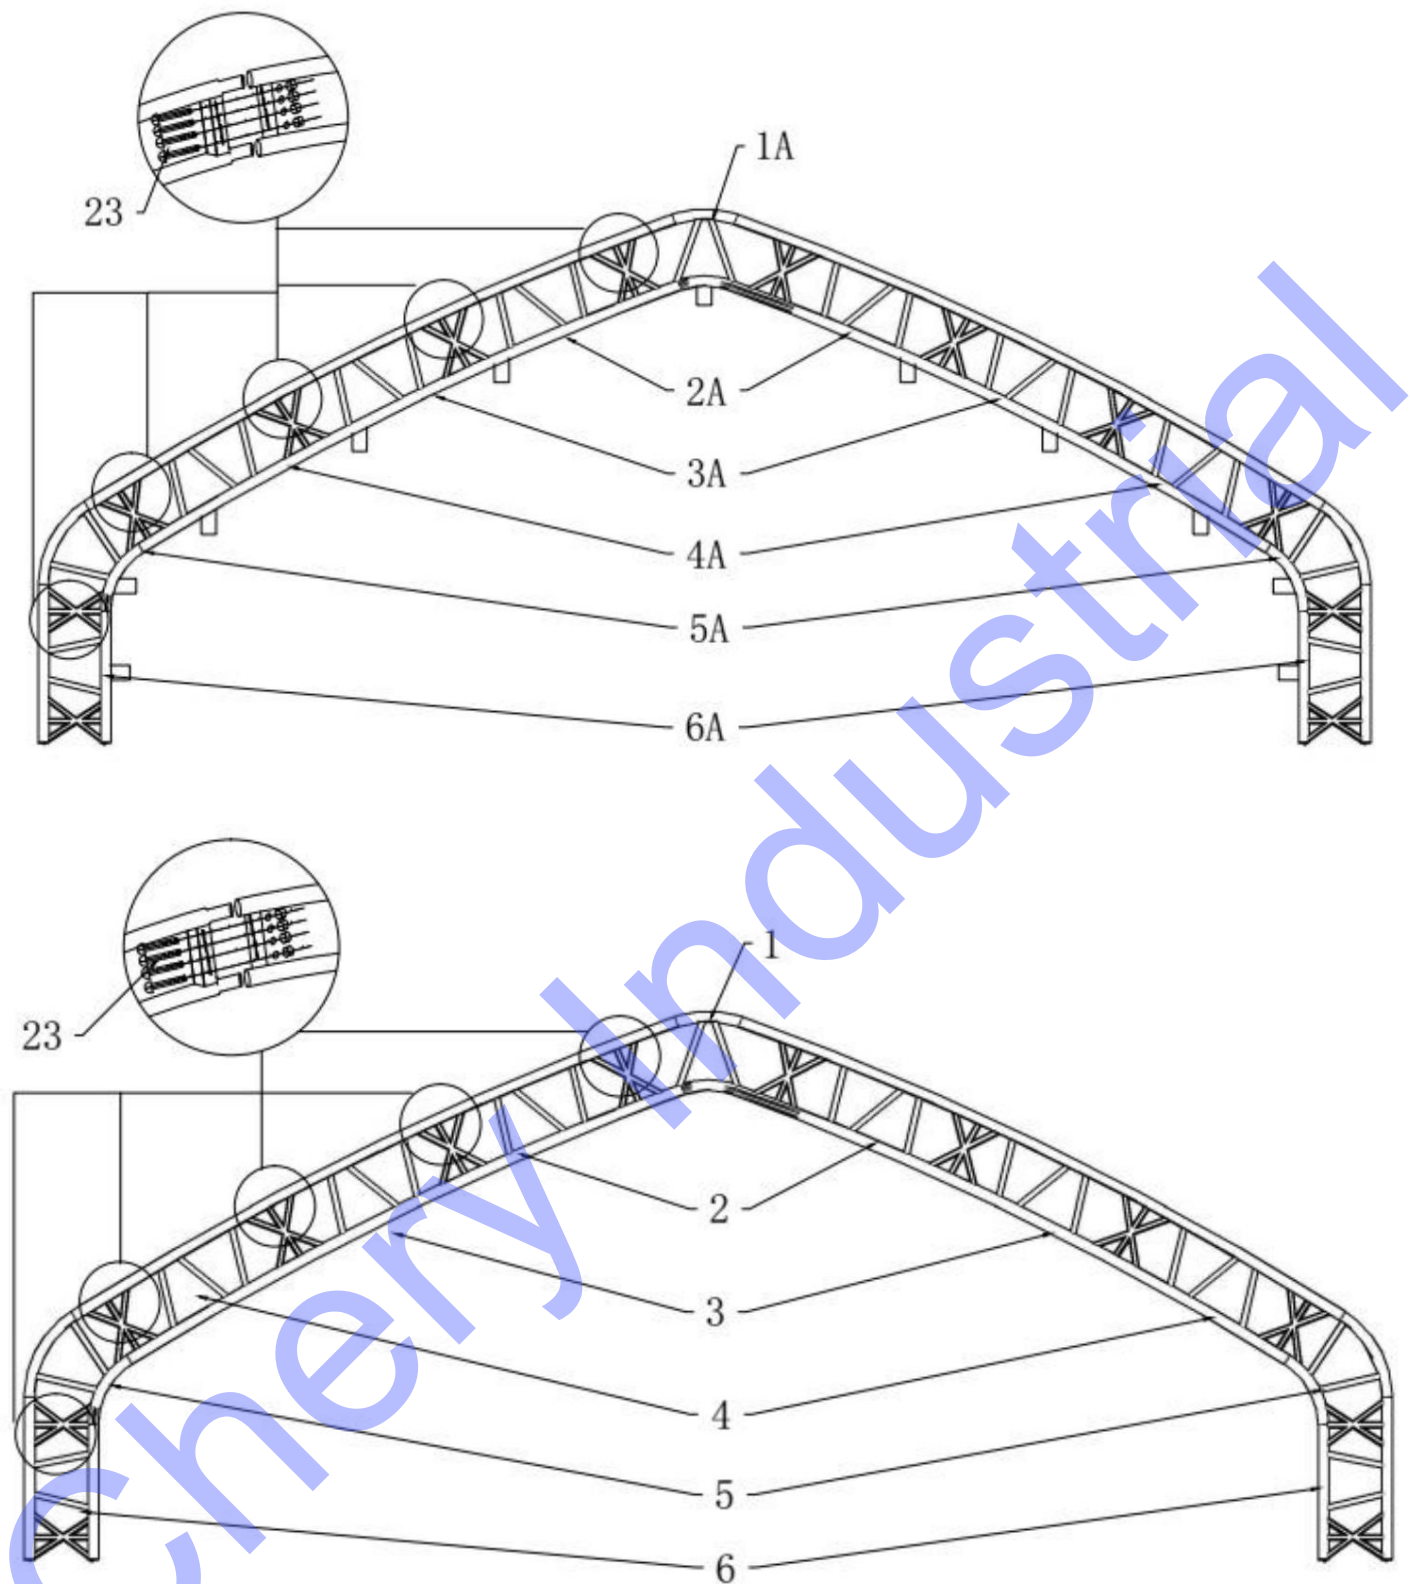

Figure 3
1. La figure 3 montre comment assembler le tube supérieur (n° 1/n° 1A), le tube supérieur (n° 2/n° 2A), le tube intermédiaire (n° 3/n° 3A), le tube inférieur (n° 4/n° 4A), le tube d'épaulement (n° 5/n° 5A) et le pied de support (n° 6) à l'aide de vis M12x50 (n° 23), pour former une seule arche. Ne pas installer les boulons sur le dessus de la structure, là où la toile reposera.